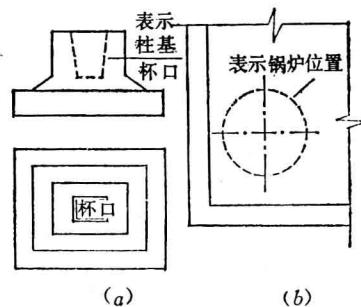

图 1-26 虚线的用途示意图
(2) 中心线：中心线用细点划线或中粗点划线绘制。它用来表示建筑物的构件或墙身等的中心位置。
(3) 尺寸线：多用细实线绘制，在图上用来表示各部位的实际尺寸。
(4) 引出线：引出线用细实线绘制。当图纸上某一部分需要注写标高、尺寸、做法等文字说明，而图上该部位位置有限时，用引出线将文字引到适当位置加以注释。
(5) 折断线：一般采用细实线绘制。在绘图时，为了少占图纸常把不必要的部分省略不画，这时需要画上折断线。
(6) 虚线：虚线是线段及间距均保持长短一致的断续短线。在图中有粗、中粗、细三类。其用途有：1) 表示建筑物看不见的背面和内部的轮廓线或界线（图1-26 (a)）；